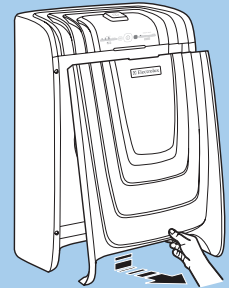

Fig. 13
- 1 Remove the front panel by gently removing the bottom center of the panel (Fig. 13).
- 1 Retirer le panneau avant en retirant délicatement la partie inférieure centrale du panneau (Fig. 13).
- 1 Quite el panel frontal retirando suavemente la parte central inferior del panel (Fig. 13).